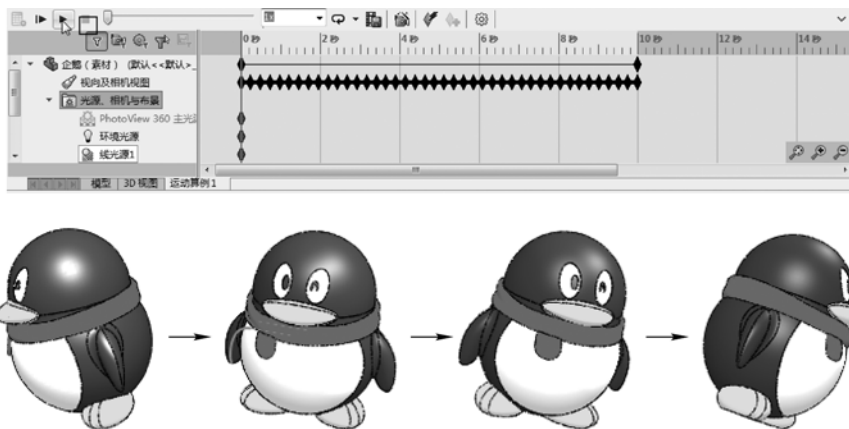

图 5-4 播放视频
STEP 3 完成向导操作后，系统自动生成动画，并生成了关键帧，如图 5-4 上图所示，此时单击此操作面板中的“播放”按钮，即可以查看生成的动画了，如图 5-4 下图所示（模型将绕 Y 轴多次旋转）。